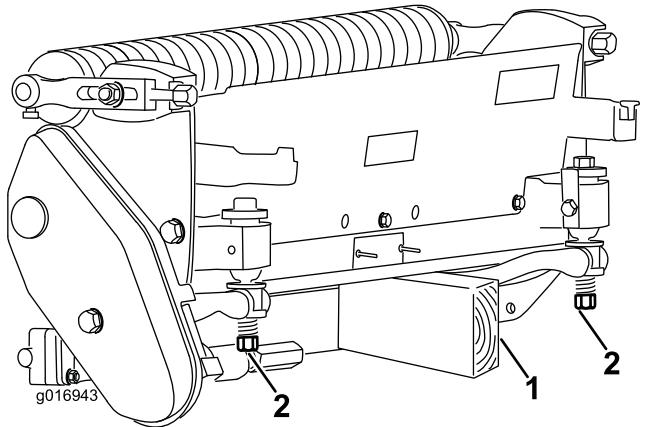

Figura 3
Se for necessário inclinar a unidade de corte para que a lâmina de corte e o cilindro fiquem expostos, coloque um apoio por baixo da traseira da unidade de corte para assegurar que as porcas nos parafusos de ajuste da extremidade traseira da barra de apoio não fiquem apoiadas sobre a superfície de trabalho (Figura 3).
**Importante:** Certifique-se de que as porcas nos parafusos da extremidade traseira da barra de apoio não estão apoiadas na superfície de trabalho (Figura 3).
**Importante:** Se for necessário inclinar a unidade de corte para que a lâmina de corte e o cilindro fiquem expostos, coloque um apoio por baixo da unidade de corte para assegurar que as porcas nos parafusos de ajuste da extremidade traseira da barra de apoio não fiquem apoiadas sobre a superfície de trabalho (Figura 3).